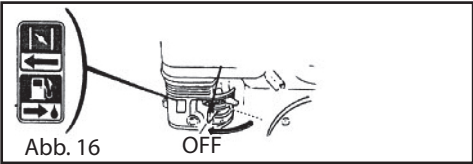

Abb. 16 OFF
2. Den Hahn des Tanks auf „OFF“ stellen (Abb. 16).